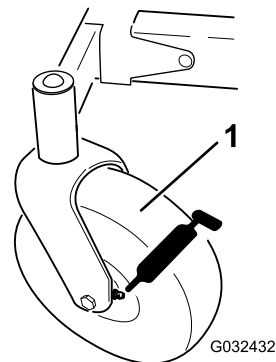

Figura 32
3. Limpie los engrasadores (Figura 32) con un trapo.
4. Conecte una pistola de engrasado a cada engrasador (Figura 32).